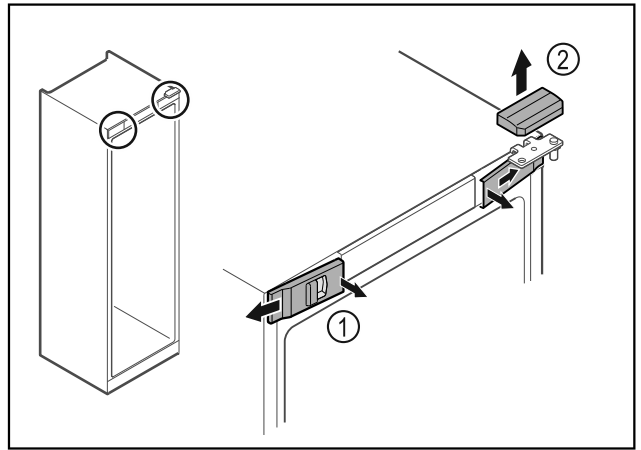

Fig. 14
- ▶ Haakige eesmised katted Fig. 14 (1) seest lahti ja võtke küljele maha.
- ▶ Võtke ülemine kate Fig. 14 (2) ülespoole maha.